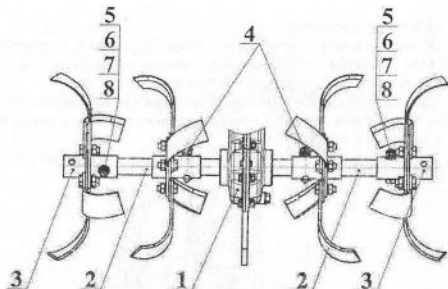

Рисунок 7 – Культиватор
3.7 Культиватор (рисунок 7).
4.8.3 Соберите два блока левых и правых фрез (рисунок 7) в следующей последовательности:
1) Вставьте валик фрезы 2 (рисунок 7), собранной по п.4.8.1 во втулку фрезы 3 (рисунок 7), собранной по п.4.8.2, совместив отверстие валика фрезы с отверстием во втулке фрезы, вставьте болт 5 и зафиксируйте его гайкой 6 с шайбами 7 и 8;